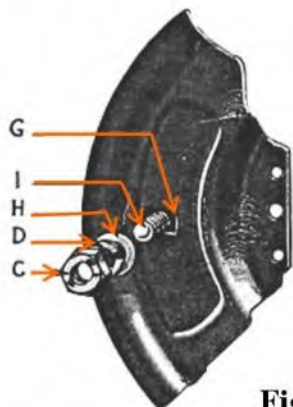

Fig: 3
- * Point fixe I boutonnière G fig:3 page 3